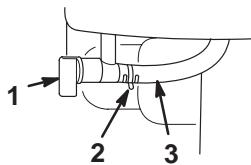

Figure 15
- **Robinet d'essence** (Fig. 15)—Fermez le robinet en le tournant dans le sens des aiguilles d'une montre et ouvrez-le en le tournant dans le sens contraire des aiguilles d'une montre. Fermez le robinet lorsque vous n'utilisez pas la déneigeuse.
- Ouvrez le robinet d'essence situé au-dessous du réservoir de carburant (Fig. 15).
6. Fermez le robinet d'essence (Fig. 15).